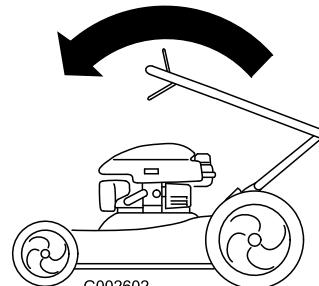

Figure 36
2. Pliez la moitié supérieure en avant de la manière indiquée (Figure 36).